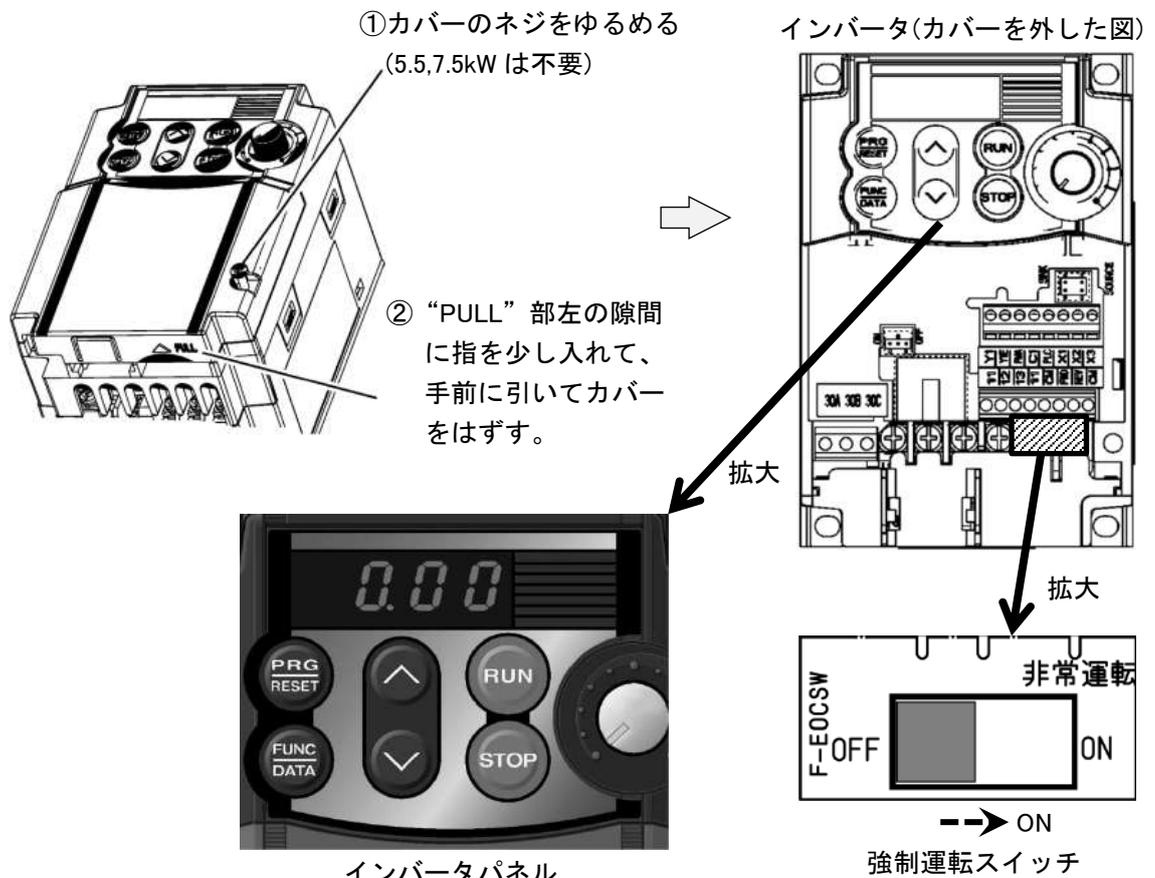

図 37 非常時手動バックアップ運転方法
- (1) 制御基板（メイン基板）の故障などにより、表示操作部からの運転が、不能になった場合、強制運転スイッチを ON にすると、インバータ単独でポンプを手動で運転し、一時的に断水を回避することができます。
- (2) 本運転は非常用です。表示操作部からポンプの運転が可能な場合は、必ず強制運転スイッチを、OFF にしてください。自動運転ができずに、断水に繋がります。
- (3) 図 37 を参照して、下記手順で操作してください。
- ①インバータのカバーを外して、強制運転スイッチを ON にしてください。これにより、制御基板（メイン基板）とインバータ間の通信を遮断します。
- ②インバータパネルの RUN ボタンを押し、∧ボタンを押して、ポンプの運転周波数を上げます。ポンプが運転することを、確認してください。
- ③∧ボタン・∨ボタンを押して任意の吐出し圧力になるように、ポンプの運転周波数を調整してください。
- ④自動停止や、圧力制御は行いません。運転中はポンプが締切運転にならないように、吐出し圧力を監視し、ユニットから離れないでください。
- ⑤ポンプを停止する場合は、STOP ボタンを押してください。
- (4) 強制運転スイッチは、BNAME 型の場合は、1号インバータに、BNBME 型の場合は、1号と2号インバータについています。BNBME 型は、2台同時運転が可能です。
- (5) 強制運転スイッチを ON にした場合、表示操作部から様々な警報が発報しますが、手動バックアップ運転には関係ありません。
- (6) 通常運転に戻す場合は、ポンプを停止後に、強制運転スイッチを OFF にしてください。